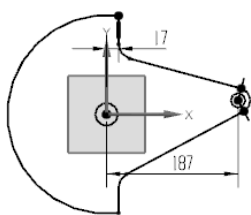

图 5.12.9 标注其余标注尺寸
(2) 参照上述步骤完成图 5.12.9 所示的其余水平尺寸。